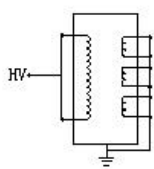

图 6-2 PT 接法
(2)：反接法、电压为 2KV、一次侧对二次侧及地、接线见图 6-2